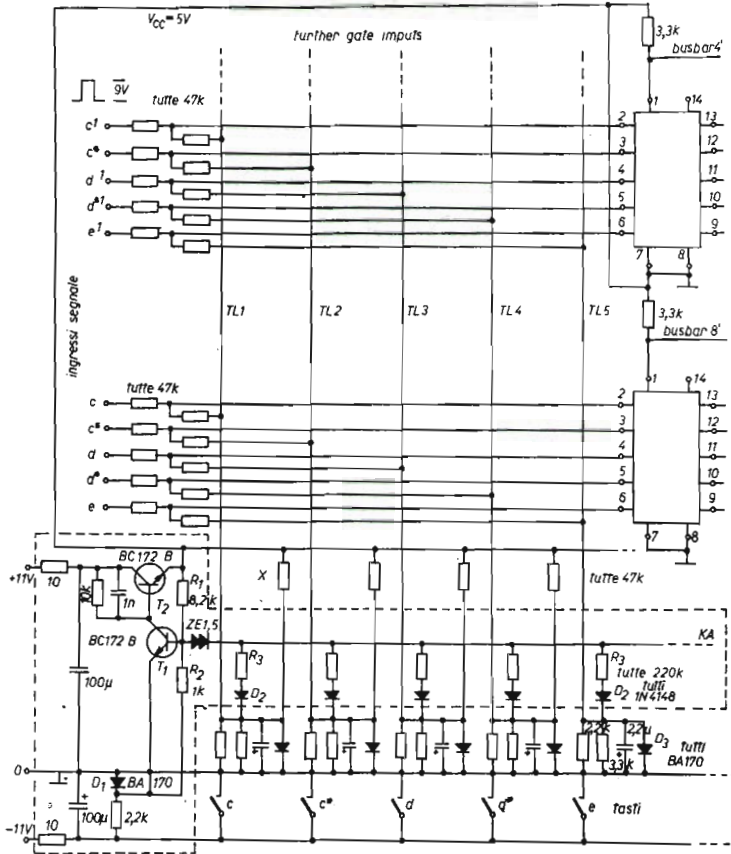

figura 13
A questo punto, però, resta ancora il problema dei rumoracci. Analizzando con Fourier lo spettro emesso da un tipico click si è visto che non solo esso è composto da basse frequenze (eliminabili con un filtro notch-rumble) ma anche da certe alte frequenze, seppure ancora udibili per l'orecchio umano. Vediamo di risolvere quindi il problema, tenendo sottomano la figura 13 che ci mostra uno schema definitivo di distribuzione, senza rumori che interferiscano. Si tenga presente che tale click è un « burst » in alternata, che si sovrappone al segnale. Posto di eliminarne i bassi con un notch-rumble, resta da eliminare la parte alta dello spettro: poiché, dunque, il segnale in questione è in alternata, basterà operare su di esso semplicemente in modo che l'ampiezza di tale burst cresca o decresca **non** istantaneamente: l'orecchio umano non riuscirà così a percepirlo più. Per la costante di tempo si è trovato che ottimo è il valore di 5 ms. E il circuito RC che provvede a ciò è formato dal C di 2,2 μ F e dalle R di 2,2 k Ω e 3,3 k Ω di figura 13. Il resto del circuito entro tratteggio provvede a stabilizzazioni in corrente sui busbars e prevede un collegamento (KA) con eventuali circuiti di modifica del sustain.